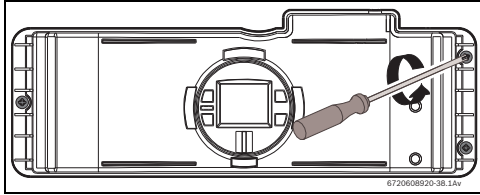
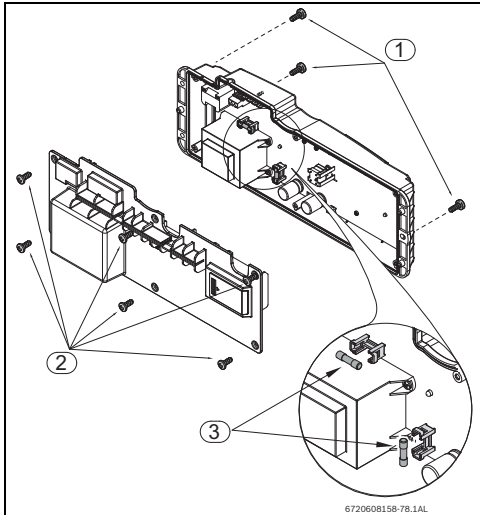

Fig. 44
Fig. 45 Ubicación de los fusibles
- ▶ Aflojar tres tornillos en la parte de lantera de la caja electrónica (Fig.44 y Fig.45, pos. 1).
- ▶ Halar la caja electrónica para acceder a los seis tornillos en la parte posterior y retirarlos (Fig.45, pos. 2).